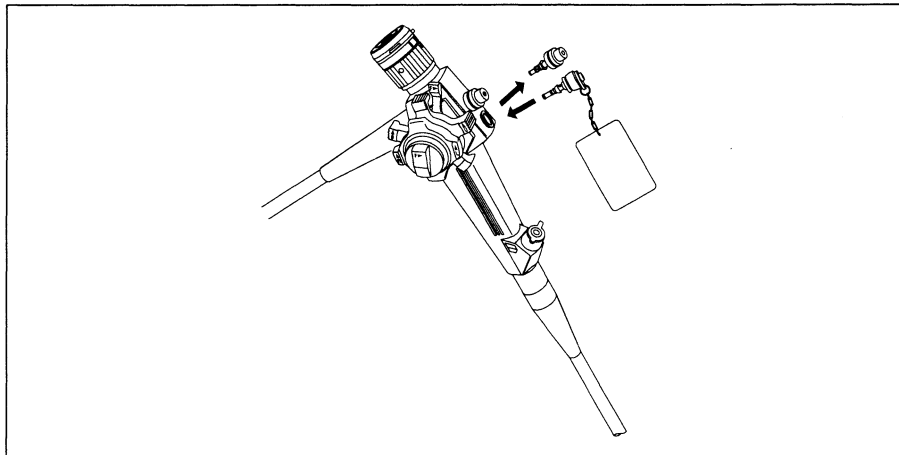

Рис. 3.4
2. Снимите клапан подачи воздуха и воды с эндоскопа и установите вместо него адаптер для чистки канала подачи воздуха и воды. (См. рис. 3.4.)